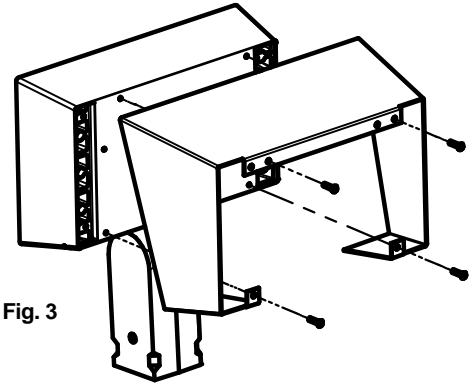

Fig. 3
**Montage de la visière (voir fig. 3)**
- Percez quatre trous à l'aide d'un foret #24 (0,152 "de diamètre), d'une profondeur de 1/2", aux emplacements indiqués (Fig. 3). Un petit évidement est prévu sur le boîtier pour chaque trou percé. Aucun perçage des trous ne sera nécessaire après le forage.